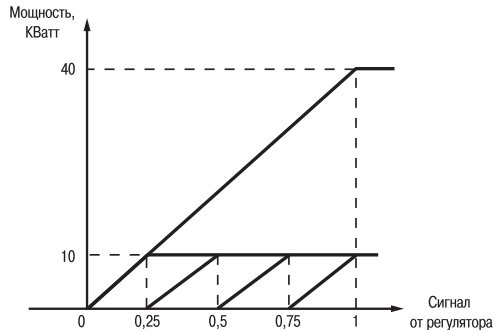

Рис. 12
**Конфигурирование.** К одному ПС подключают 4 БУИМ, каждый из которых управляет одним ТЭНом. Сигнал от регулятора изменяется в диапазоне от 0 до 1; его разбивают на 4 зоны для четырех ТЭНов: в параметре **PCPH** указывают значение для БУИМ 1 – 0,25, БУИМ 2 – 0,50, БУИМ 3 – 0,75, БУИМ 4 – 1,0 (рис. 12).